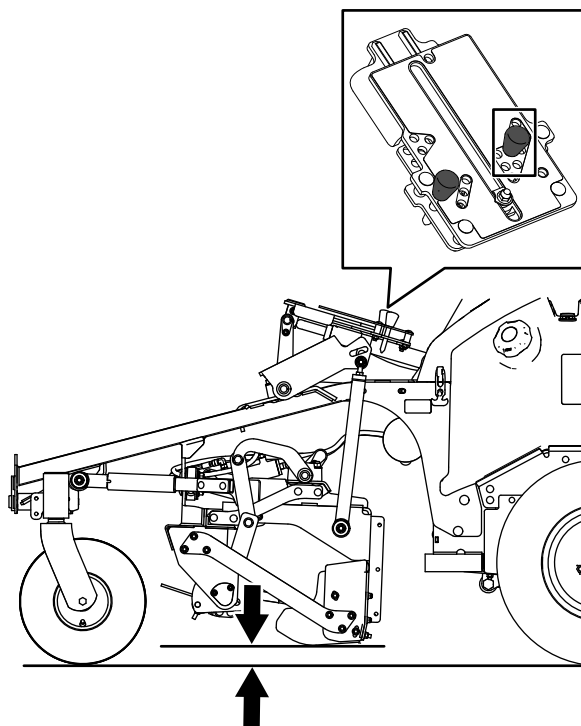

Figure 46
- Trou de butée au-dessus du niveau du sol de l'accessoire (Figure 46)